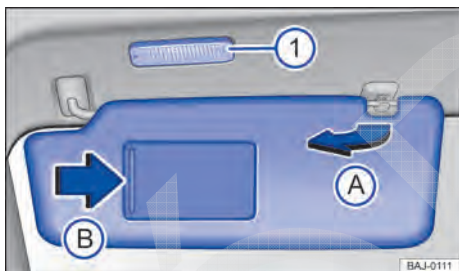

Fig. 92 No revestimento do teto dianteiro: para-sol.
- Retirar o suporte e virar na direção das portas ⇒ Fig. 92 (A).